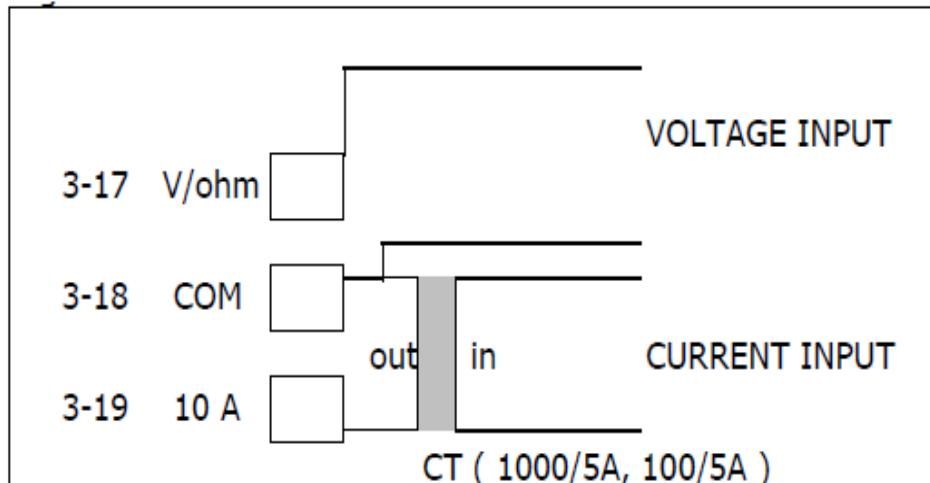

Fig. 3
1. Conecte los cables de la manera siguiente (consulte fig. 3):
"Terminal V" (3-17, Fig. 3) y "Terminal COM" (3-18, Fig. 3)
"Terminal 10 A" (3-19, Fig. 3) y "COM terminal" (3-18, Fig.